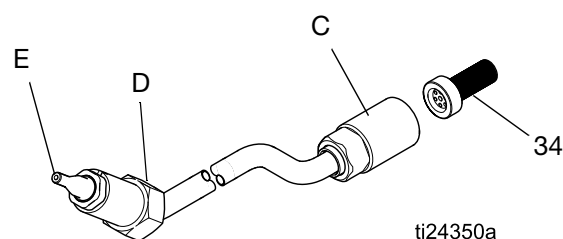

ABB. 25. Austausch des Materialrohrs
2. Die Luftkappeneinheit ausbauen, Seite 31. Das Abdeckblech (26) abnehmen.
3. Untere Materialrohrmutter (C) abschrauben. Siehe **ABB. 25**. Das Materialschlauchfitting (C) mithilfe von zwei Schraubenschlüsseln entfernen.
4. Sorgfältig die obere Materialrohrmutter (D) abschrauben.